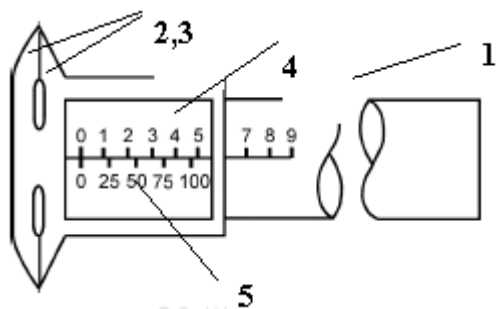

Рис. 1. Зовнішній вигляд штангенциркуля
*Штангенциркуль* (рис.1) складається з металевої масштабної лінійки (1), на якій нанесено поділки в міліметрах, нерухомого (2) та рухомого (3) виступів. В обоймі (4) рухомого виступу (3) є вікно, на зрізі якого нанесена шкала ноніуса (5).